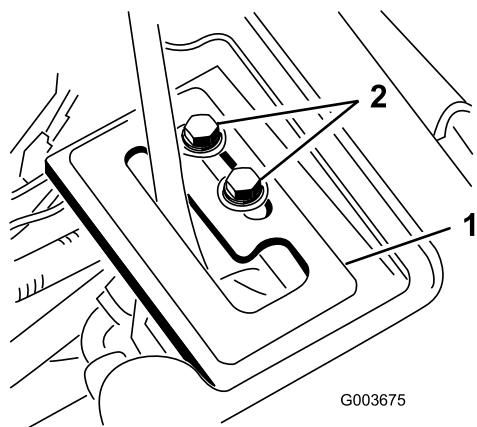

Bild 17
1. Setzen Sie die Hebelführungsplatte über dem Hubhebel ein und befestigen Sie ihn mit 2 Bundschorben und Scheiben lose am Rahmen (Bild 17).
6. Wenn der Motor läuft und der Hubhebel in der **Schwebe**-Stellung ist, schieben Sie die Hebelführungsplatte, bis der Hubzylinder mit der Hand aus- und eingefahren werden kann (Bild 17).
7. Ziehen Sie die Befestigungsschrauben der Hubhebelführungsplatte an, um die Einstellung zu arretieren (Bild 17).